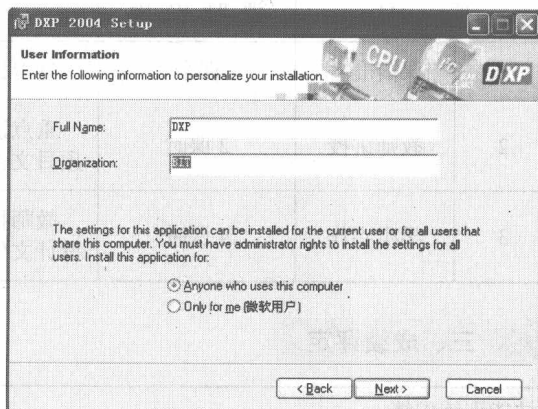

图 1-4 用户信息对话框
(3) 单击 **Next >** 按钮, 将出现用户信息对话框, 如图 1-4 所示。在该对话框中的 Full Name 文本框中输入用户名; 在 Organization 文本框中输入公司名。